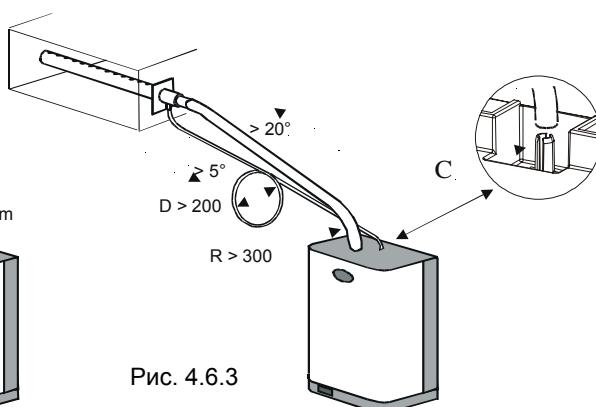

Рис. 4.6.3
- Для короткой прокладки (менее 2 м) сгиб радиусом не менее 300 мм, далее подъем вверх под углом не менее  $20^\circ$  (см. Рис. 4.6.3).
Если позволяет расстояние до распределителя, трубку можно подсоединить к патрубку С (входит в комплект поставки), который привинчивается сверху увлажнителя для слива конденсата обратно в паровой цилиндр (см. Рис.4.6.3).